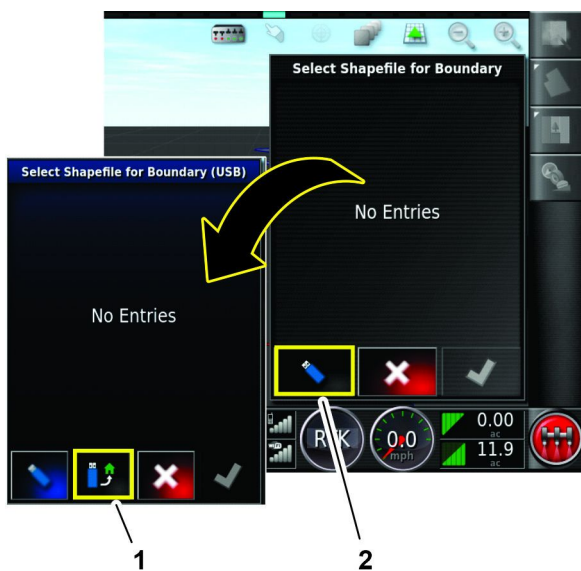

Figure 74
5. Dans la boîte de dialogue Choisir un fichier de forme pour la limite, appuyez sur l'icône PASSER À LECTEUR USB (Figure 74).
6. Dans la boîte de dialogue Choisir un fichier de forme pour la limite (USB), appuyez sur l'icône IMPORTER DU LECTEUR USB (Figure 74).